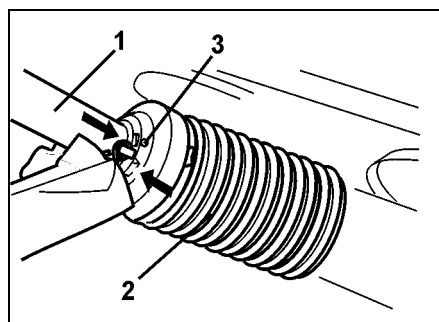

Fig. 38
8. Skru på det halve vernerøret (Fig. 38/1) og skru vernetrakten (Fig. 38/2) i monteringsstilling.
9. Skru inn låseskruen (Fig. 38/3).